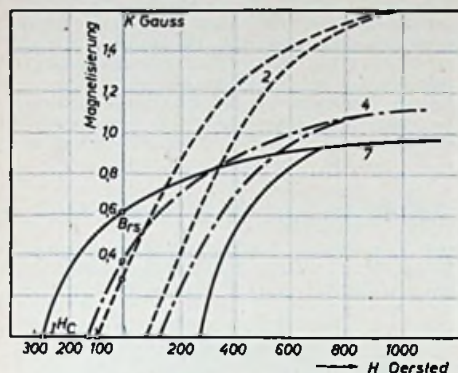

Abb. 7. Magnetisierungsschleifen von Bandtypen der verschiedenen Entwicklungsstufen
hat. Abb. 7 zeigt die Hystereseschleife der Bandtypen C (2), LGN (4) und LGS (7), jeweils an gleichen Bandstücken gemessen. Es ergeben sich die Werte der Tabelle IV.